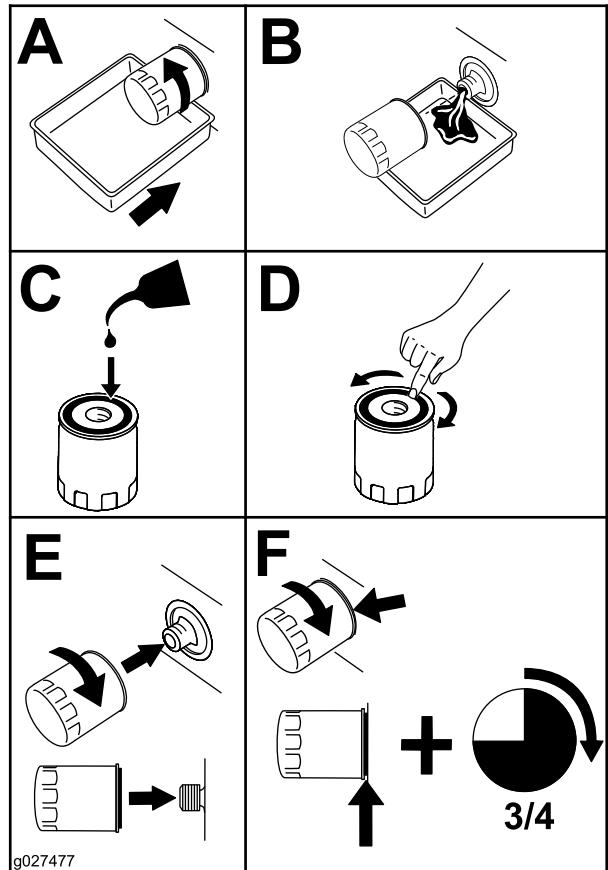

Bild 51
- Wechseln Sie den MotorölfILTER (Bild 51).